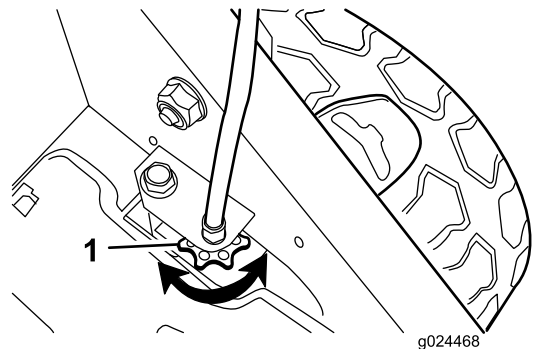

Bild 28
- Wenn sich die Räder nicht bei eingekuppeltem Selbstantriebsbügel drehen, ist der Treibriemen zu lose. Drehen Sie das Steuerhandrad für den Radantrieb (Bild 28) um eine Umdrehung nach rechts und wiederholen Sie die Schritte 4 bis 6.
- Wenn sich die Räder drehen, bevor der Selbstantriebsbügel ganz eingekuppelt ist, ist der Treibriemen zu fest. Drehen Sie das Steuerhandrad für den Radantrieb (Bild 28) um eine Umdrehung nach links und wiederholen Sie die Schritte 4 bis 6.